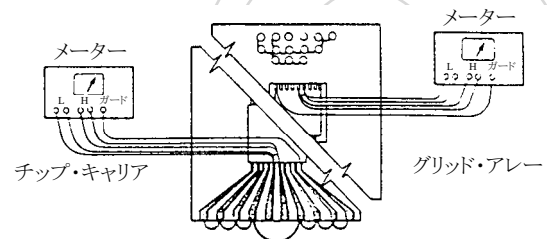

図 1
#### 3 手順: リード間の容量 (図 1 参照)
3.2 近接するすべてのピンをひとまとめにして被測定ピンに接続する。多層セラミックパッケージについては、被測定トレースに隣接するすべてのトレースに接続するよう、ピンを選択しなければならない。たとえば、68 リード・ピン・グリッドの場合、8 本の周辺ピンをまとめて接続し、124 ピン・グリッドの場合、12 本の周辺ピンをまとめて接続する。フラットパックタイプの場合は 8 本の周辺ピンをまとめて接続する(図 1 参照)。パッケージに電源プレーンと大型の電源ラインの両方もしくはいずれか一方がある場合、それらのピンも、上述の